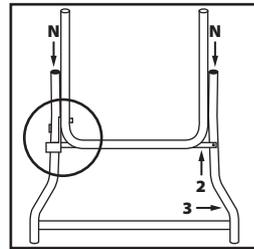

Fig. 6
- Accertarsi che il componente **4** sia nel verso giusto e che l'aggancio sul componente **3** si innesti nel perno di bloccaggio del componente **4** in maniera corretta **(Fig. 6)**.